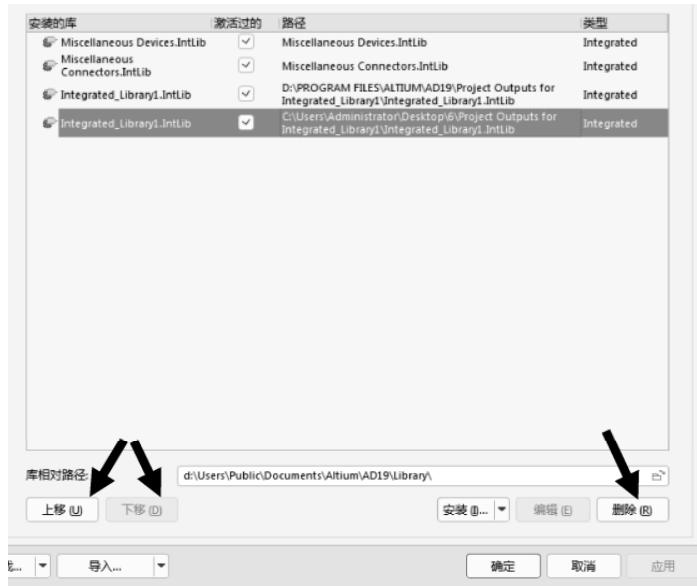

图 6-63 集成库的移除与移动
(3) 对于不需要的集成库，可以在选中之后单击“删除”按钮进行移除；同样，可以根据目前安装的集成库，使用“上移”或者“下移”按钮来调整默认的顺序，如图 6-63 所示。